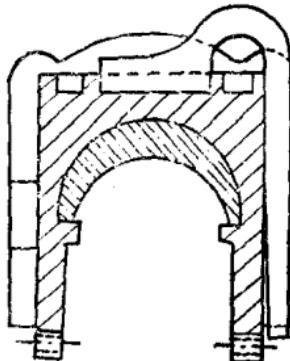

图 1-3
(2) 用专用工具检查前后滑动面和弹簧鞍槽的不垂直度(图 1-3)。